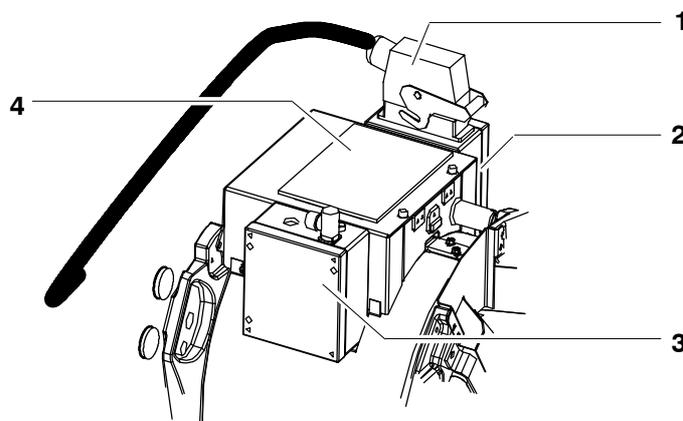

Fig. 72 Démontage du robot monté au mur
- (3) Desserrer et retirer tous les connecteurs (Fig. 72/1) du coffret de raccordement (2, 3).
- (4) Le cas échéant, démonter les câbles électriques et les flexibles des interfaces A1 (4) de l'alimentation en énergie A1, ainsi que les autres câbles de périphérie fixés sur le robot.